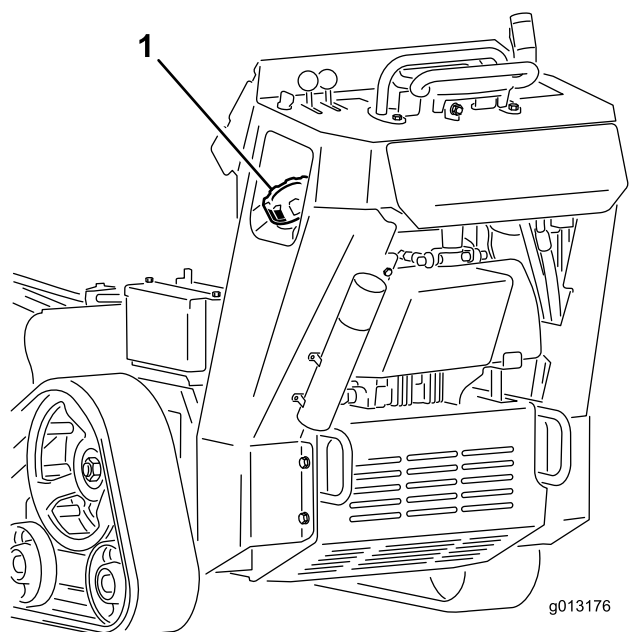

Figura 16
3. Pulite l'area intorno al tappo del serbatoio del carburante e togliete il tappo (Figura 16).